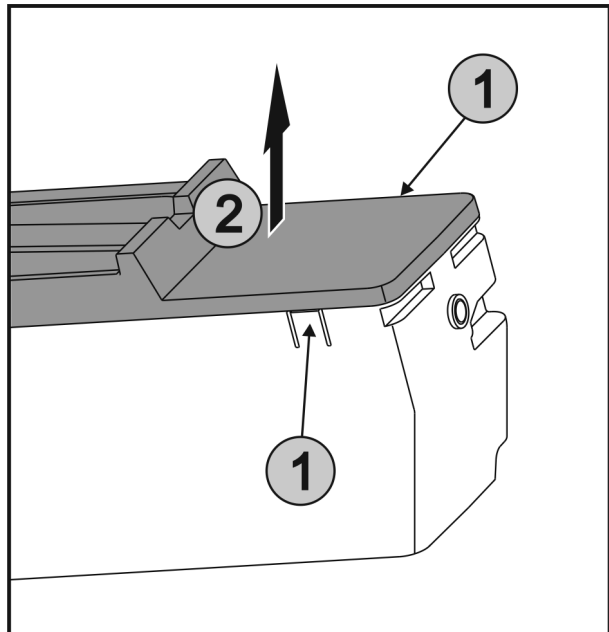

Fig. 51
- ▶ Lippen Fig. 51 (1) aan beide zijden van EasyTwist-Ice gelijktijdig indrukken en de afdekking Fig. 51 (2) omhoog verwijderen.